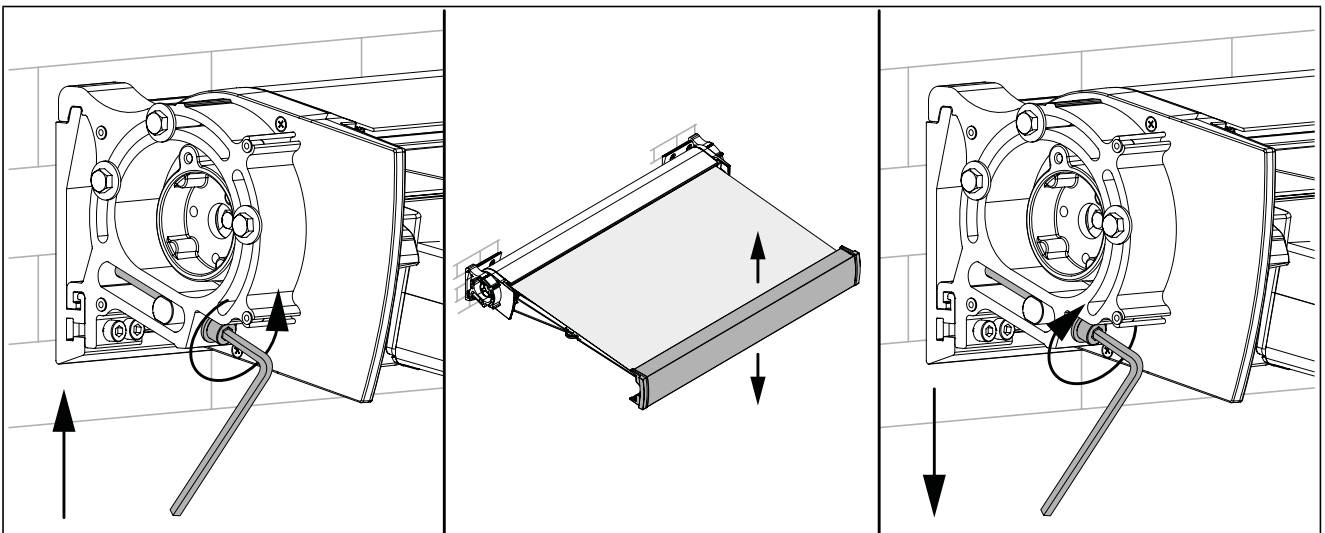
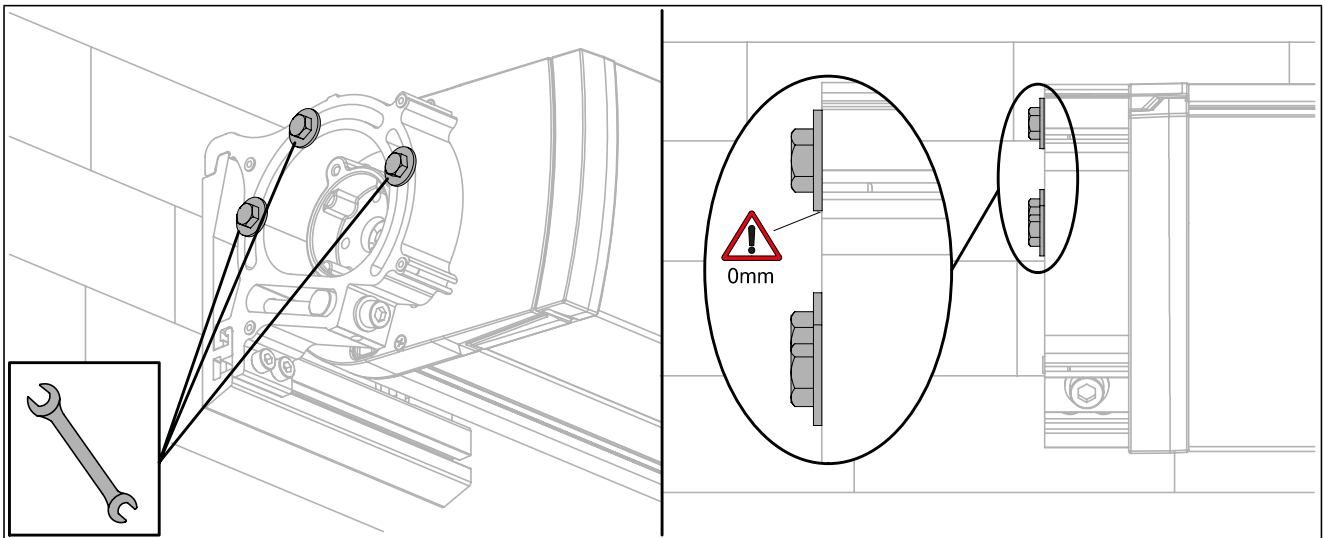

Abb. 24
Abb. 26
A) Siehe „Abb. 24“ S. 19 ; B) Siehe „Abb. 26“ S. 20 .